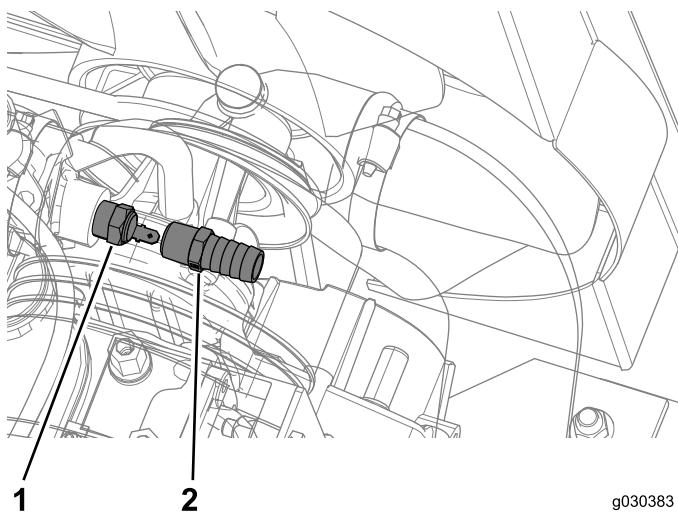

Figura 38
1. Localice, desconecte y retire el sensor de temperatura como se muestra en la Figura 38.